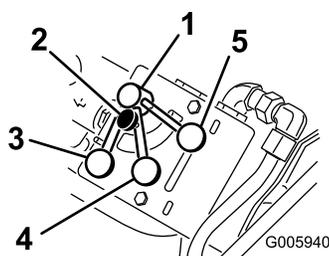

Figura 8
El sistema hidráulico de la unidad de tracción (es decir, la transmisión de tracción, los brazos de carga y el mecanismo de inclinación del accesorio) tiene un circuito hidráulico diferente del sistema hidráulico auxiliar que suministra potencia a los accesorios; no obstante, ambos sistemas comparten las mismas bombas hidráulicas. Usando el control del divisor de flujo (**Figura 8**), usted puede variar la velocidad del sistema hidráulico de la unidad de tracción desviando el caudal hidráulico al circuito hidráulico auxiliar. Por tanto, cuanto más caudal de fluido hidráulico se desvíe al sistema auxiliar, más lentamente se mueven los componentes hidráulicos de la unidad de tracción.
**Nota:** El control del divisor de flujo puede bloquearse girando el pomo del control en el sentido de las agujas del reloj hasta que toque el dial (Figura 8).